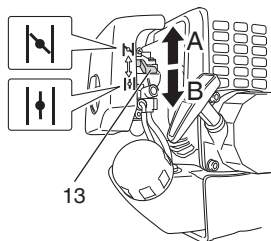

Fig. 10
(3) Ajuste la palanca del estrangulador (13) en la posición de arranque START (cerrado) (A). (Fig. 10)
(5) Cuando escuche el amago de arranque del motor, devuelva la palanca del estárter a la posición RUN (abierto) (B). (Fig. 10)